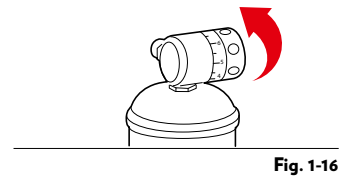

Fig. 1-16
24.2 - Per gli erogatori con acqua frizzante, è necessario regolare la pressione del gas CO₂ per determinare il livello di gasatura agendo sulla manopola di regolazione del riduttore di pressione. Ruotando la manopola verso destra aumenta la pressione e di conseguenza la gasatura dell'acqua, ruotando la manopola verso sinistra diminuisce pressione e gasatura. I riduttori di pressione del gas CO₂, per bombole monouso con attacco M11 sono dotati di manopola di regolazione con scala graduata che indica il valore di pressione di taratura, vedi Fig. 1-16.